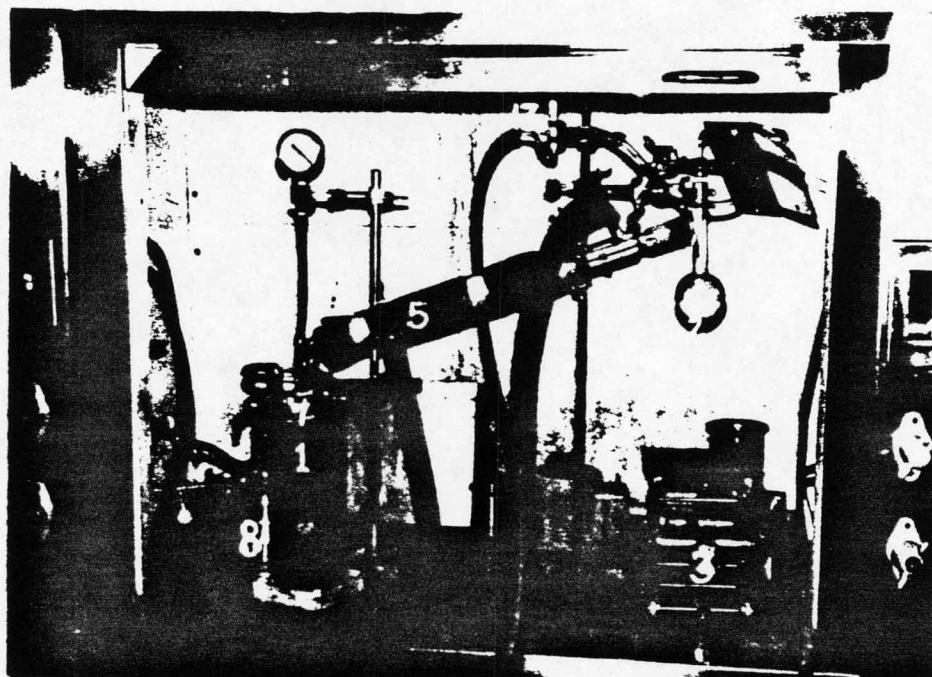

FIGURE 6: Montage à distillation. Transfert du bain de glace et liquéfaction lente de la peinture
(voir figure 6).
17- Placer le bain d'huile sur l'élévateur (3) et réchauffer tranquillement la peinture au taux de 1°C/min. environ (voir figure 6).